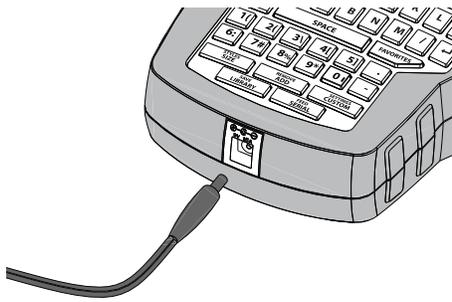

Imagen 3
- 1 Inserte el adaptador de corriente en el conector de alimentación situado en la parte superior de la impresora. Consulte Imagen 3.